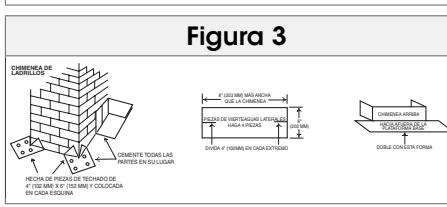

Figura 3
- Corte cuatro piezas de esquina de 4" x 6" (102 mm x 152 mm) e instale como se detalla en la Figura 3. Instale sobre un lecho de cemento y clave en los bordes y luego haga 4 piezas de vierteraguas laterales e instálelas en el siguiente orden: (1) frente o lado inferior, (2) piezas laterales, y (3) dorso o piezas laterales techo arriba. Instale el techo en rollo sobre el vierteraguas en los lados posterior y laterales e instale el techo en rollo debajo del vierteraguas al frente.